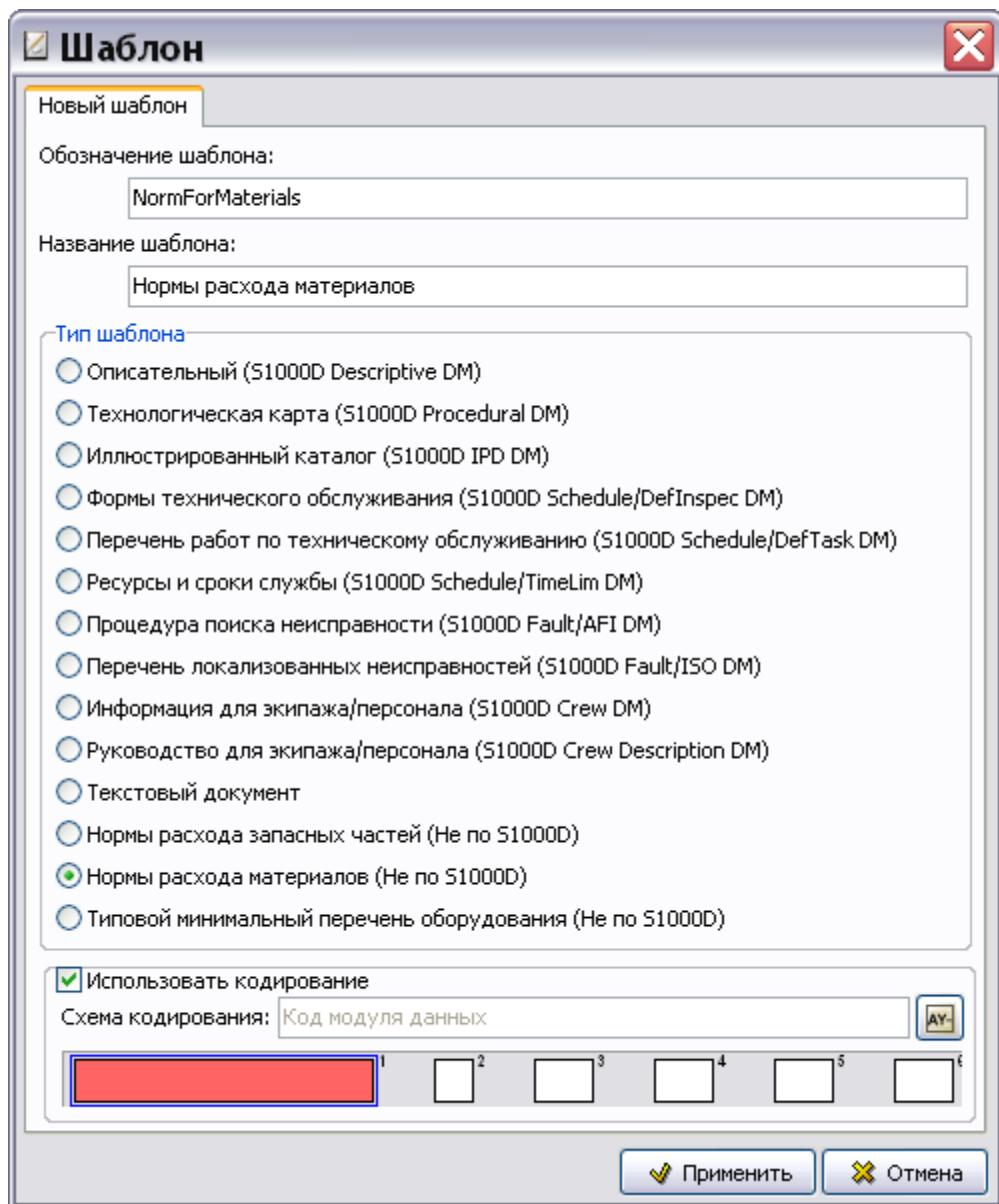

Рис. 3.66
2. В диалоговом окне **Шаблон** введите обозначение шаблона – «NormForMaterials» и название – «Нормы расхода материалов» (Рис. 3.66).